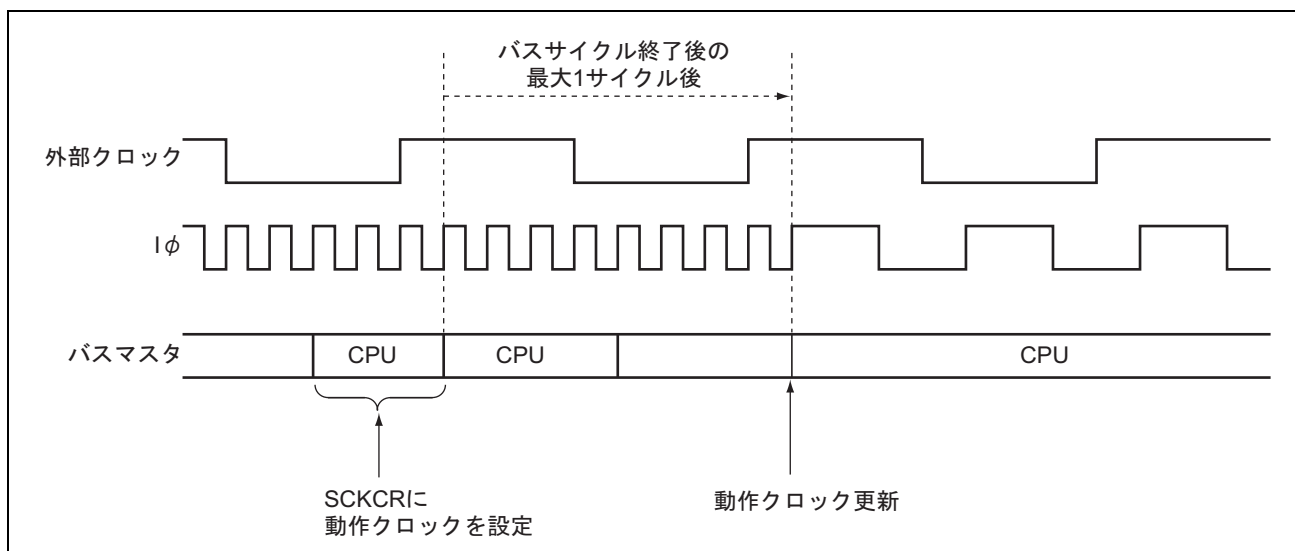

図 26.6 クロック変更タイミング
5. 図 26.6 にクロック変更タイミングを示します。SCKCR に値をライトした後、現在実行しているバスサイクル終了を待ちます。そのバスサイクル終了後、外部入力クロック  $\phi$  に対して最大 1 サイクル後に各クロックの周波数が変更されます。